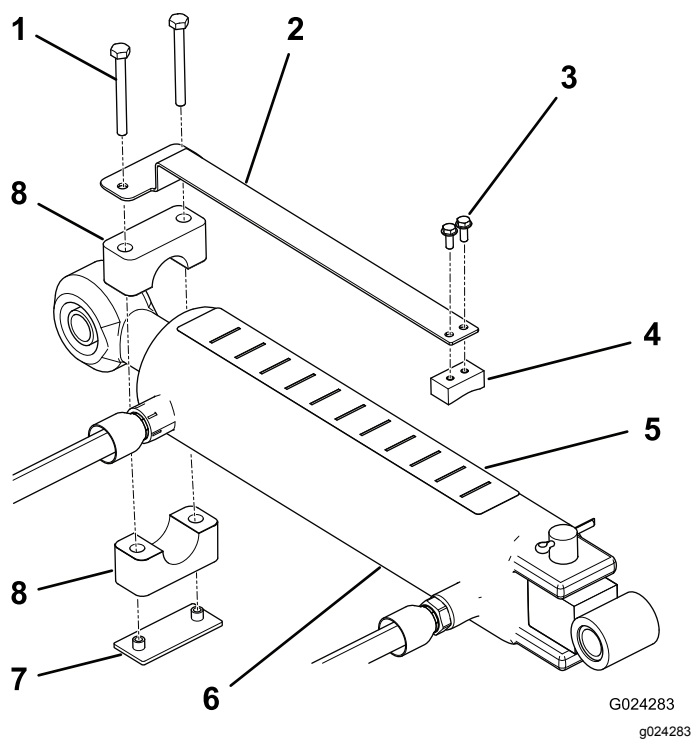

Figura 8
- Montate l'indicatore di profondità sul lato piatto del pattino con due viti macchina (n° 10 x 1/2") posizionando i componenti come mostrato nella Figura 8.
- Utilizzate serratubo, piastra a saldare e 2 viti ($\frac{1}{4}$ " x $2\frac{1}{2}$ ") per montare senza stringere l'indicatore di profondità sulla testa di biella del cilindro dell'attacco superiore (Figura 8). Verificate che i morsetti siano sufficientemente allentati da potere essere ruotati nella posizione desiderata.
- Applicate l'adesivo della profondità nella parte superiore del cilindro, in una posizione visibile all'operatore e in modo da non interferire con i flessibili idraulici o da creare altre ostruzioni (Figura 8). L'estremità dell'adesivo con la lettera "J" deve essere rivolta verso l'arieggiatore.